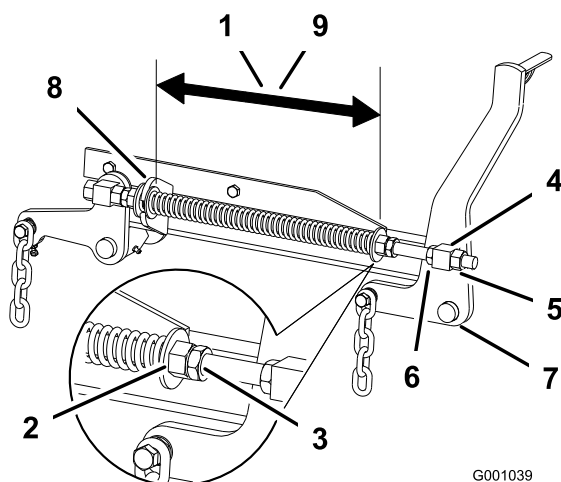

Figura 83
2. Compruebe la distancia entre las dos arandelas grandes, que debe ser de 28,2 cm para carcasas de corte de 132 cm, o de 26,7 cm para carcasas de corte de 152 cm (Figura 83).
3. Ajuste esta distancia aflojando la contratuerca elástica y girando la tuerca que está delante de cada muelle (Figura 83). Gire la tuerca en sentido horario para acortar el muelle y en sentido antihorario para alargar el muelle.
4. Fije la tuerca en la posición deseada apretando la contratuerca elástica (Figura 83).